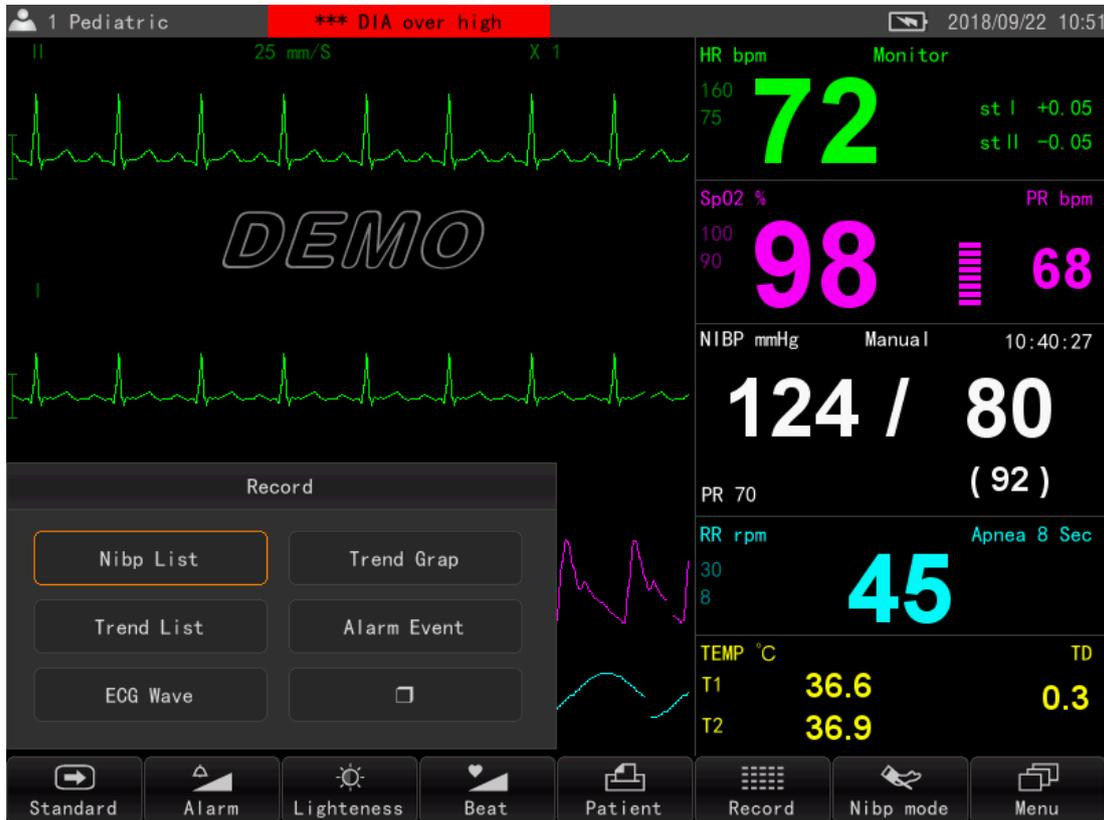

Fig. 4-17
- (6) Record: Sie können Informationen wie Testaufzeichnungen und Alarmaufzeichnungen im Zusammenhang mit der Überwachung anzeigen. Die Verlaufsoberfläche ist in Abb. 4-17 dargestellt.